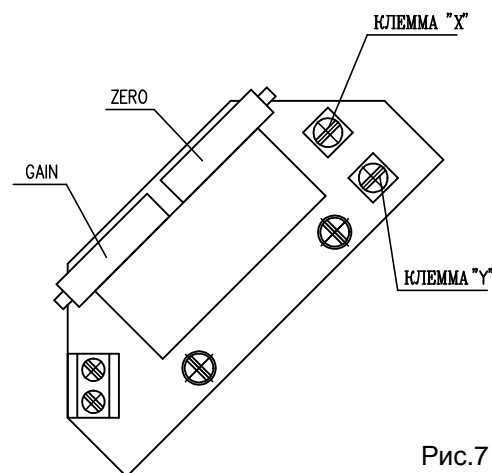

Рис.7
3.4.1 EPV - 2-проводниковое включение (рис.7)
- Установите датчик сопротивления на основании инструкций в предыдущей главе так, что величину сопротивления измеряйте на клеммах X-Y (рис.7). (употреблен датчик с сопротивлением 100Ω)
- Поворачиванием устанавливающего триммера ZERO (рис.7) установите величину выходного сигнала тока, измеряемого на клеммах 81-82, на величину 4 мА.
- Поворачиванием устанавливающего триммера GAIN (рис.7) установите величину выходного сигнала тока, измеряемого на клеммах 81-82, на величину 20 мА.